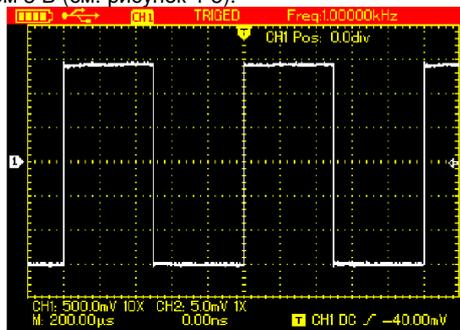

Рисунок 4-5. Прямоугольный сигнал, формируемый осциллографом
3. Подсоедините щуп к выходному гнезду для компенсации щупа на осциллографе и нажмите кнопку **AUTO**. Через несколько секунд на дисплее появится прямоугольный сигнал с частотой 1 кГц и размахом 3 В (см. рисунок 4-5).